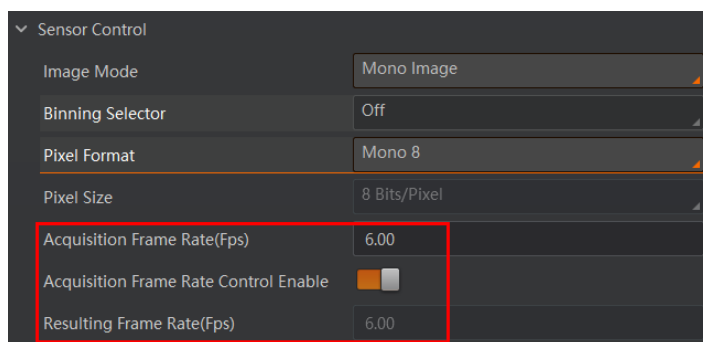

图3-8 帧率设置
2. 启用 *Acquisition Frame Rate Control Enable* 参数，如图 3-8 所示。